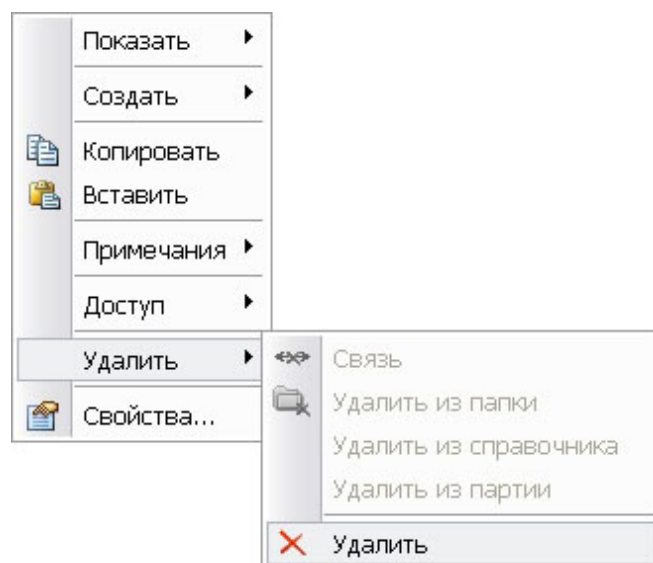

Рис. 224
2. В появившемся контекстном меню выберите пункт **Удалить** → **Удалить** (Рис. 224).